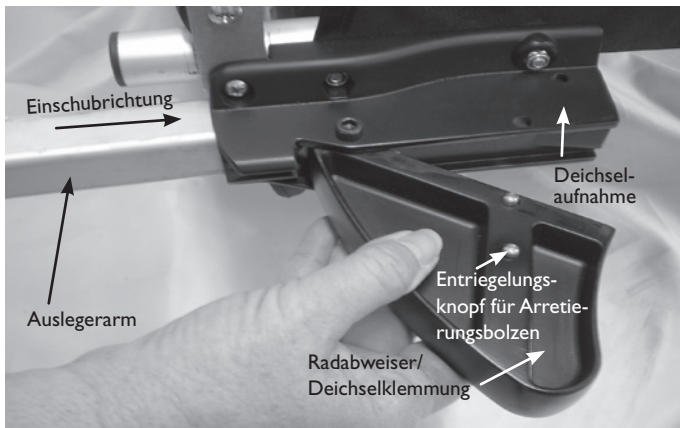

Abbildung 7
3. Schwenken Sie den Radabweiser bei gedrückten Entriegelungsknöpfen halb nach außen (s. Abbildung 7), um später ein ungehindertes Einführen des jeweiligen Auslegerarms gemäß Arbeitsschritt 6 zu ermöglichen.
6. Führen Sie beide Auslegerarme gleichzeitig in die Deichselaufnahmen ein (s. Abbildung 7).